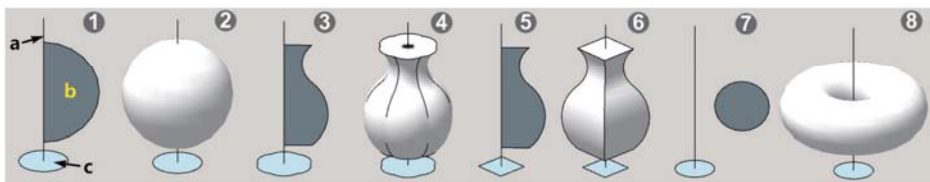

图 1.4.5 路径跟随（旋转成形）
SketchUp 中的路径跟随有多种用法，这里所说的“旋转成形”是其中之一；也有文章称其为 turning（车削）（这个称呼不太合理，如图 1.4.5 中的④和⑥就不能用“车削”工艺成形）。这是把一个 2D 图形沿着一个轴旋转产生 3D 几何体的方法。大多数 3D 建模工具都有这种功能。
SketchUp 的路径跟随（旋转成形）必须具备 3 个条件：如图 1.4.5 ① a 所指的旋转轴（中心线）、图 1.4.5 ① b 所在的旋转平面（俗称放样截面）、图 1.4.5 ① c 所指的旋转路径（俗称“放样路径”。注意：SketchUp 默认以面的边线为路径）。图 1.4.5 ①③⑤⑦所示为准备旋转成形的条件，图 1.4.5 ②④⑥⑧所示为旋转成形的结果。